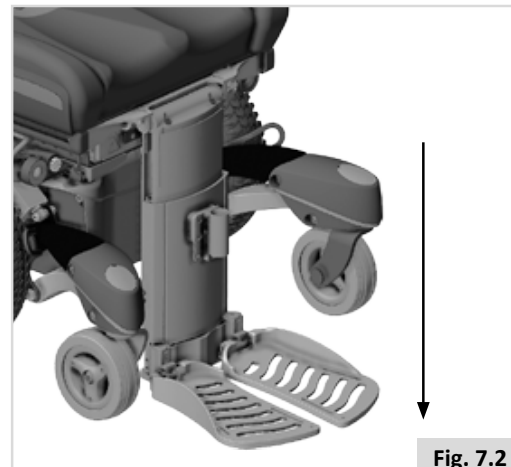

Fig. 7.2
- Poussez le levier de commande vers l'avant jusqu'à ce que les semelles reposent complètement sur le sol (Fig. 7.2).